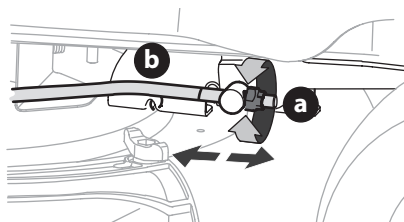

Figura 29
3. Ubique la tuerca de seguridad con brida (a) en el extremo frontal de la varilla de elevación de la PTO (b) (Figura 29).